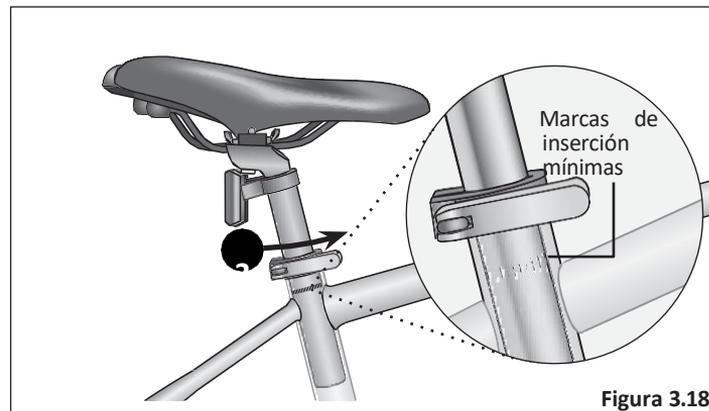

Figura 3.18
❸ Cierre la palanca de liberación rápida y bloquee el asiento en su sitio. Si la presión no es suficiente para mantener el asiento en su sitio, abra la palanca de cierre rápido y otra en la tuerca de ajuste, comience a apretar a mano la tuerca de ajuste hasta que empiece a notar cierta resistencia contra la tija de la abrazadera del asiento. No intente apretar girando la palanca de cierre rápido. La palanca de cierre rápido sirve para cerrar, la tuerca de ajuste sirve para ajustar la presión. **Figura 3.18**